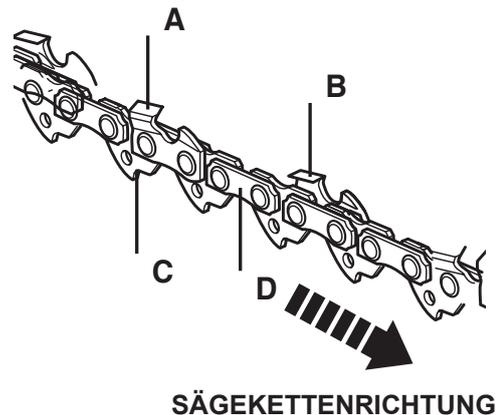

Abb. 19
- Achten Sie darauf, dass alle Zähne gleich lang sind (Abb. 19). Bei jedem Schärfen der Zahnkante reduziert sich die Zahnlänge. Bei einer Zahnlänge von weniger als 4 mm (0,16 Zoll) ist die Kette abgenutzt und sollte ausgetauscht werden.
2. Drehen Sie den Verriegelungsknopf für die Kettenschiene gegen den Uhrzeigersinn (Abb. 19), um die Abdeckung vom Sägekörper zu entfernen.